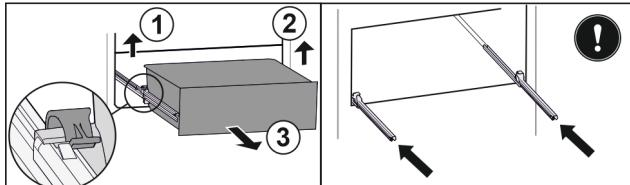

Fig. 117
- Приподнимите левый зажим и одновременно вытяните движением вперед выдвижной ящик слева. Fig. 117 (1)
- Приподнимите правый зажим и одновременно вытяните движением вперед выдвижной ящик справа. Fig. 117 (2)
- Извлеките выдвижной ящик движением вперед. Fig. 117 (3)